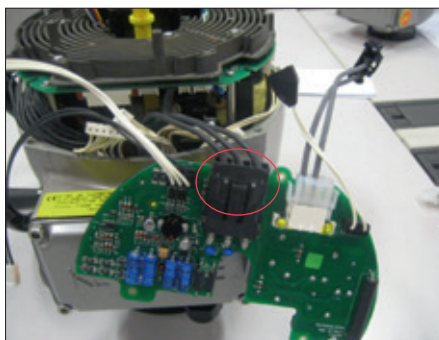

Figuur 17
- Verwijder de driedraads stroomkabel van de voedingskaart (Figuur 17).